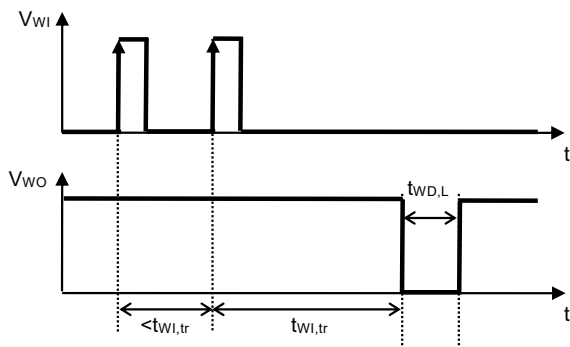

図11 ウォッチドッグトリガ時間
- *1. ウォッチドッグタイマがタイムアウトまたはダブルパルスを検出した後、WO端子が "L" を継続する時間 (図11参照)。この値は C_{DLY} で変更可能です。
- *2. ウォッチドッグタイマがトリガの検出を開始してから、タイムアウトを検出してWO端子出力が "L" に変化するまでの時間 (図11参照)。この値は C_{DLY} で変更可能です。